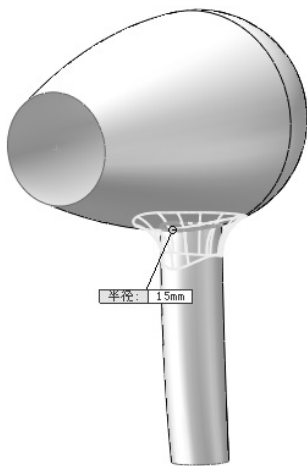
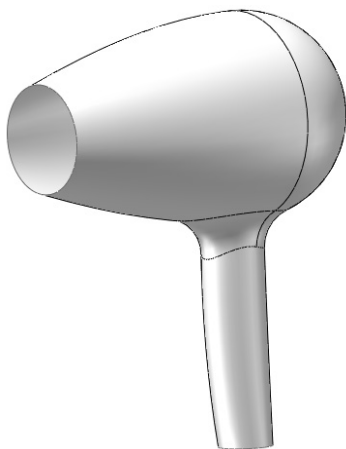

图 9-87 选择圆角边线
图 9-88 圆角结果
11) 圆角处理。单击“特征”控制面板中的“圆角”按钮, 系统弹出“圆角”属性管理器。在属性管理器中输入圆角半径为“15”, 在视图图中选择图 9-87 所示的边线。单击属性管理器中的 (确定) 按钮, 结果如图 9-88 所示。